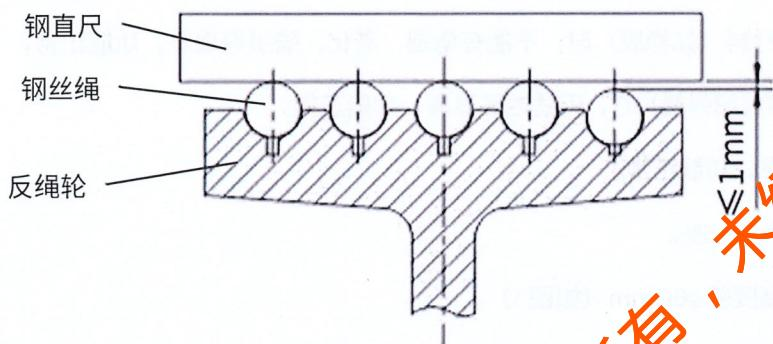

图 2
- 7) 测量对重反绳轮绳槽的磨损情况，钢丝绳之间的高度差必须≤1mm（如图2）。